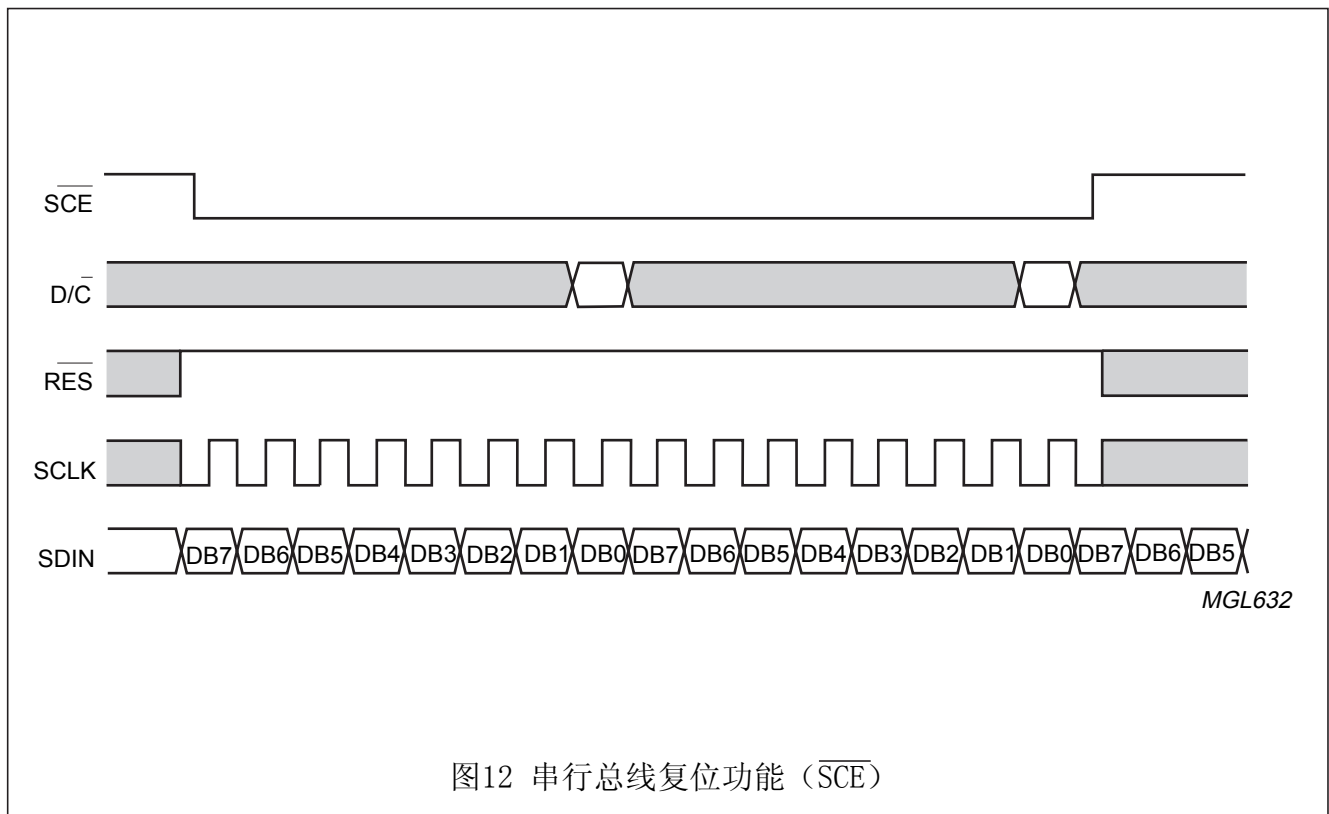

图12 串行总线复位功能 (\overline{SCE})
- 当 \overline{SCE} 为高时，忽略 SCLK 时钟信号；在 \overline{SCE} 为高期间，串行接口被初始化（见图12）。
- 在命令/数据字节的最后一位之后，如果 \overline{SCE} 为低，串行接口在下一个SCLK正边缘等待下一个字节的位7（见图12）